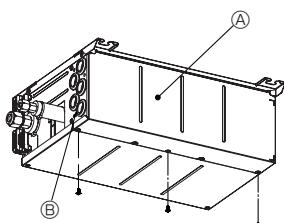

Fig. 8-1
- 1. Fjern skruerne i dækslet. (Fig. 8-1)